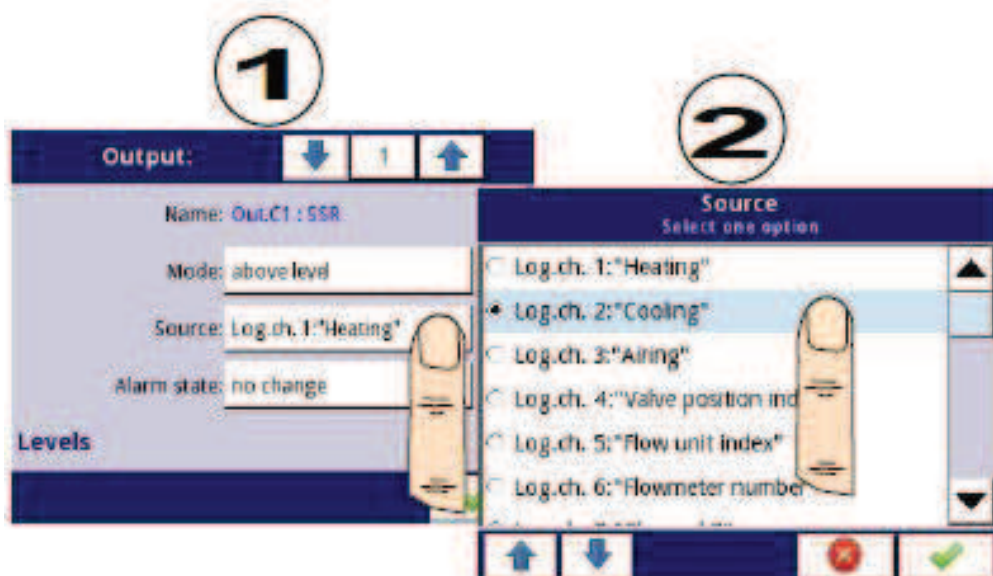

Fig. 7.85. Configuración de fuente de datos para salida integrada (para módulo de salida SSR)
- **Fuente**: este parámetro contiene una lista de canales lógicos (hasta 60), donde el canal lógico seleccionado será una fuente de datos para esta salida integrada (consulte la **Fig. 7.85**).
- **Fuente**: este parámetro contiene una lista de canales lógicos (hasta 60), donde el canal lógico seleccionado será una fuente de datos para esta salida integrada (consulte la Fig. 7.85).
- **Fuente:** este parámetro contiene una lista de canales lógicos, donde el canal lógico será una fuente de datos para esta salida integradas (ver Fig. 7.85),